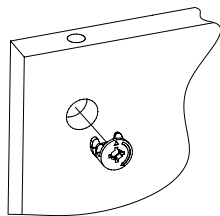

Рис.2
2. Вставить головки минификсов в соответствующие плоскостные отверстия крышки 1, боковин 3, 4, полок 6, 7 (Рис. 2).